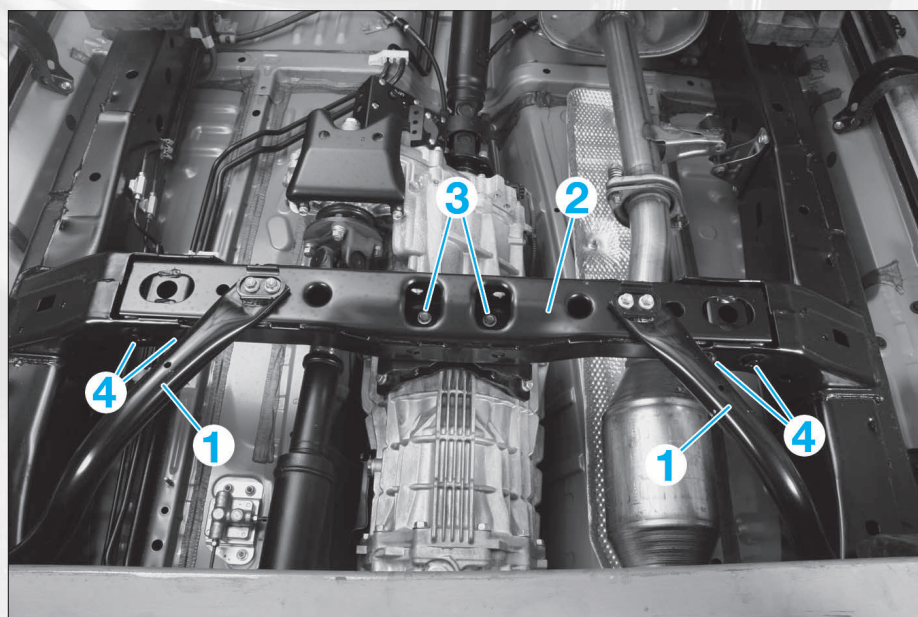

FIG. 2
- Déposer les supports gauche et droit (1) de traverse de suspension avant (fig. 2).